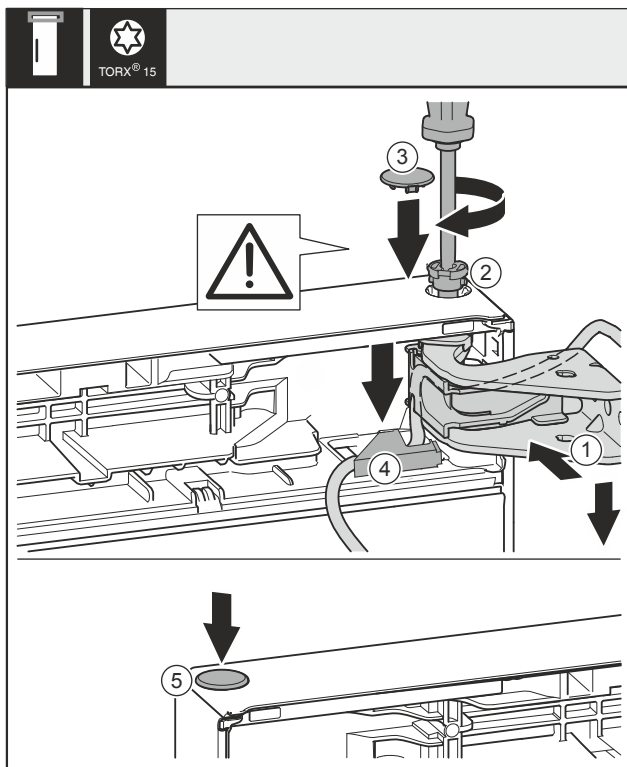

Fig. 45
- ▶ Deur boven naar de opening in het lagerboks Fig. 45 (1) uitlijnen.
- ▶ Bouten Fig. 45 (2) insteken en met een schroevendraaier vastschroeven.
- ▶ Beveiligingsafdekking voor de borging van de deur monteren: Beveiligingsafdekking Fig. 45 (3) plaatsen en controleren of deze tegen de deur ligt. Anders de bouten volledig insteken.
- ▶ Afdekking Fig. 45 (4) plaatsen en naar onderen drukken tot deze vergrendeld.
- ▶ Plug Fig. 45 (5) insteken.